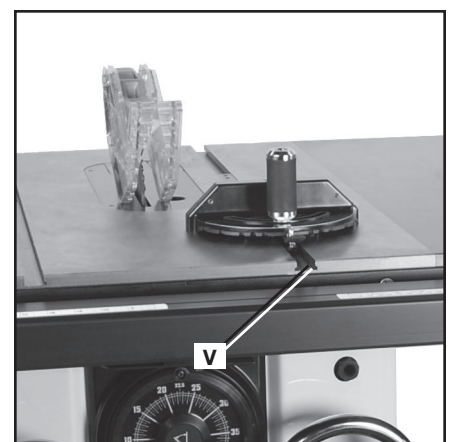

FIG. 17
3. Insérer un bout de la barre du guide d'onglet dans l'une ou l'autre des fentes de guide d'onglet (V) sur la table (fig. 17).